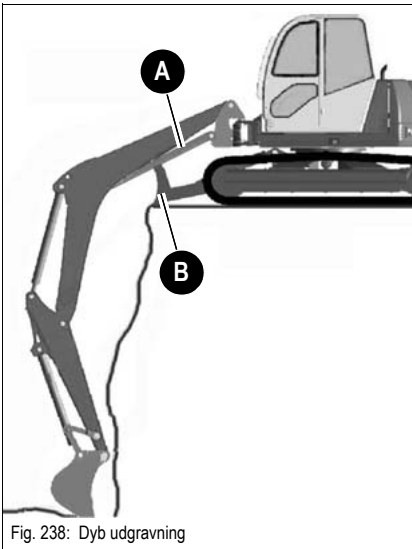

Fig. 238: Dyb udgravning
- ☞ ved en dyb udgravning med dozerbladet **B** foran skal der sørges for, at stempelstangen **A** ikke sætter sig fast på dozerbladet **B**. Fig. 238
- ☞ Anvend fortrinsvis den først beskrevne arbejdsstilling (Fig. 238), og vær hele tiden opmærksom på, at der ikke sker en kollision mellem stempelstangen **A** og dozerbladet **B**.